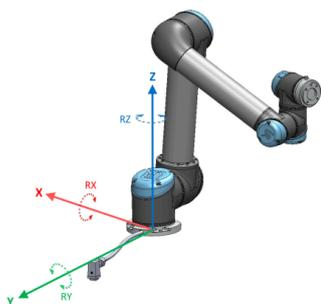

Figure 13.1: Деталь Основа
- Деталь основания определяется с помощью начальной точки в центре основания робота (см. рис. 13.1)